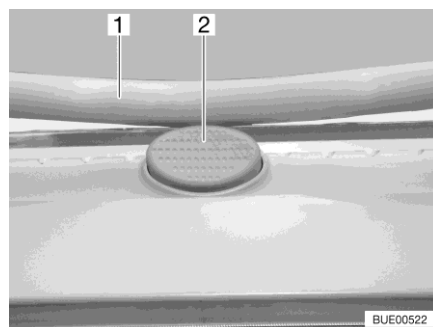

Fig. 111 Botón de seguridad (claraboya Heki)
- Pulsar el botón de seguridad (Fig. 111,2) y tirar el estribo (Fig. 111,1) hacia abajo con ambas manos.
- Presionar el estribo hacia arriba con ambas manos hasta que el estribo se encuentre encima del botón de seguridad (Fig. 111,2).